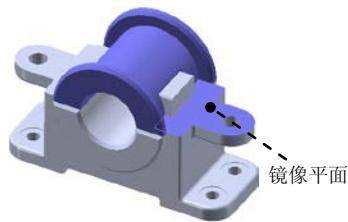

图 7.11.11 镜像轴套零件
Step6. 镜像轴套零件，如图 7.11.11 所示。在设计树中右击 sleeve<1>，在系统弹出的快捷菜单中选择 命令；选择下拉菜单 **插入(I)** → **镜向零部件(R)...** 命令，系统弹出“镜像零部件”对话框；选取图 7.11.11 所示的平面为镜像平面；选取刚添加的轴套零件为要镜像的零部件；单击 按钮，完成镜像操作。